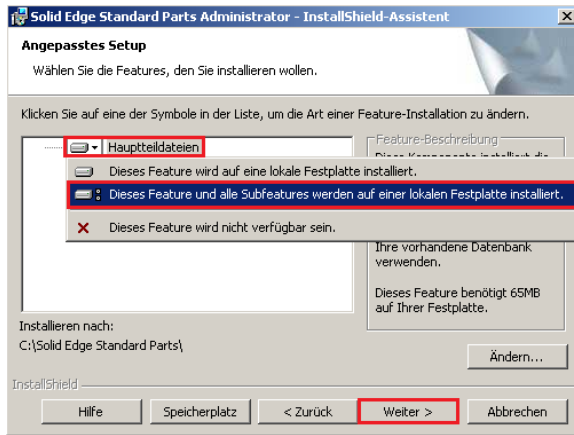

Abbildung 6
3.4. In den Solid Edge Versionen vor ST9 können Sie nur **alle** Hauptteile auswählen (Abb. 6) und diese nicht, wie in Punkt 3.5. beschrieben, einzeln auswählen. Das führt zu einem etwas höheren Aufwand, um die Datenbank in Schritt 5 zu bereinigen, ändert jedoch nicht grundlegend etwas an der Vorgehensweise. Bei den Versionen vor ST9 entfällt dementsprechend Schritt 3.5.